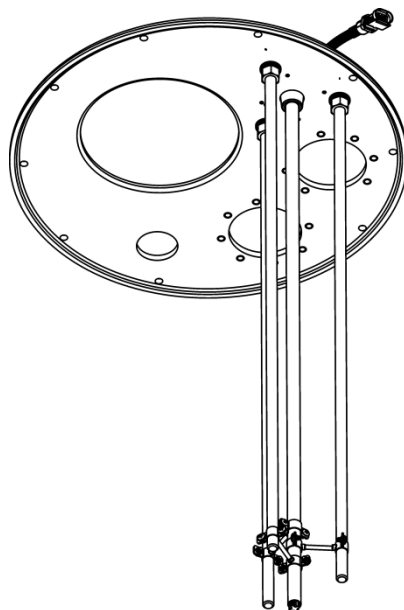

Рисунок 27
- 5) При монтаже изделий с длиной измерительной части более 1,5м в топливные баки ТС (бензовозы, тепловозы) необходимо обеспечить отсутствие ударов волн топлива при резких ускорениях и торможениях ТС. Для этих целей рекомендуется установка изделий вблизи гасящих волны переборок или усиление измерительной части датчика уровня топлива LLS одним из двух вариантов: с использованием стальных шпилек (Рисунок 27, Рисунок 28) и хомутов или стальной арматуры (Рисунок 29, Рисунок 30).